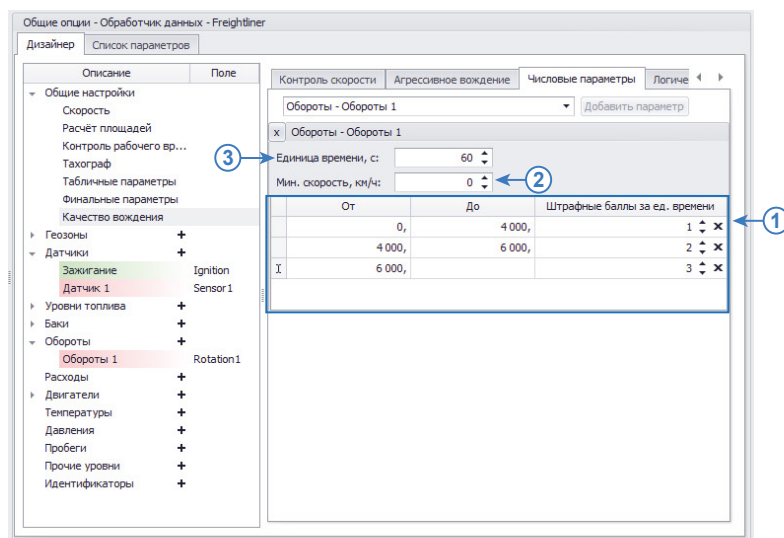

Рис.202. Настройка штрафов за нарушение допустимых значений обороты двигателя.
- После этого на вкладке появится таблица для заполнения штрафных баллов за нарушение нормы оборотов (таблица «Обороты – Обороты 1» на **Рис.202**).
- Для того чтобы за нарушение допустимых оборотов двигателя выставлялись штрафные баллы, необходимо составить таблицу с диапазонами оборотов и для каждого диапазона задать штрафные баллы, которые будут начисляться (**Рис.202, п.1**). При настройке диапазонов задаются абсолютные значения оборотов.
- Каждый тип нарушения фиксируется только в том случае, если превышен заданный для этого нарушения порог минимальной скорости. Порог минимальной скорости задается в поле «Мин. скорость, км/ч» (**Рис.202, п.2**).
- Штрафные баллы начисляются за единицу времени, которая задается в поле «Единица времени, с» (**Рис.202, п.3**).
При настройках, как на **Рис.202** если во время движения ТС (Мин. скорость 0 км/ч) обороты двигателя находились в диапазоне от 4 000 об/мин до 6000 об/мин включительно, то водителю будет начислено 2 штрафных балла за каждые 60 секунд (1 минуту) нарушения.